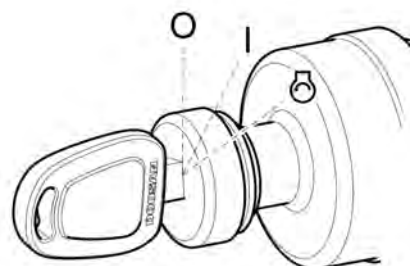

Рис. 7
- Выключить двигатель поворотом ключа стартера в положение "O" (**OFF**) (рис. 7).